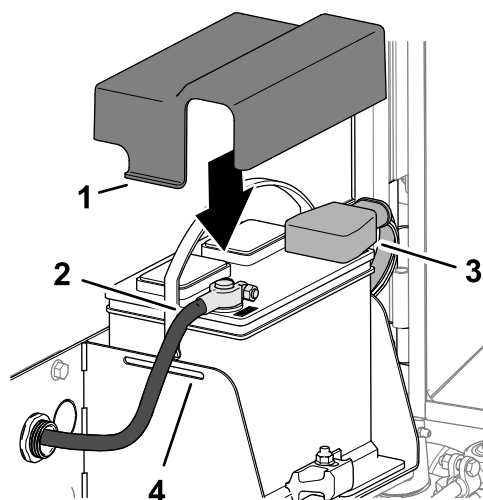

Figura 85
1. Conecte el cable positivo (rojo) al borne positivo (+) de la batería (Figura 85).